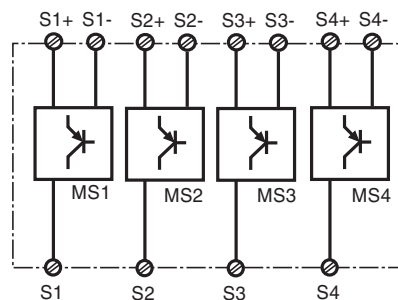

Fig. 8: Muting-Sensoren mit Halbleiterausgang/Muting sensors with semiconductor output/Capteurs muting avec sortie statique
- Muting-Sensoren: Die Beschaltung ist abhängig vom Typ und der Anzahl der verwendeten Muting-Sensoren. Beachten Sie in jedem Fall die Angaben des Herstellers. Es müssen 2 oder 4 Muting-Sensoren verwendet werden. Im folgenden sind die allgemeinen Verdrahtungsregeln für den Anschluss der Muting-Sensoren angegeben. **Beachten Sie: Werden nur 2 Muting-Sensoren (MS1 und MS2) verwendet, dann müssen diese an die Klemmen S1, S1+, S1- bzw. S2, S2+, S2- angeschlossen werden (siehe Fig. 8 und 9). Die Kabel für die Anschlüsse S1/S3 und S2/S4 müssen in getrennten Mantelleitungen verlegt werden!**
- Muting-Sensor mit Halbleiterausgang (PNP): Versorgungsspannung für den Muting-Sensor MS1 an S1+ (24 V DC) und S1- (GND) anschließen, entsprechend für Muting-Sensor MS2 an S2+ und S2- usw. (siehe Fig. 8). Ausgang des Muting-Sensors MS1 an S1, des Muting-Sensors MS2 an S2 usw. anschließen (siehe Fig. 8).
- Muting sensors: Wiring will depend on the type and number of muting sensors used. In each case you should follow the manufacturer's instructions. Either 2 or 4 muting sensors must be used. The details below outline the general wiring rules for connecting muting sensors. **Please note: If only 2 muting sensors are being used (MS1 and MS2), these must be connected to terminals S1, S1+, S1- or S2, S2+, S2- (see Fig. 8 and 9). The cable for connections S1/S3 and S2/S4 must be laid in separate multicore cables!**
- Muting sensor with semiconductor output (PNP): Connect the supply voltage for muting sensor MS1 to S1+ (24 VDC) and S1- (GND), and for muting sensor MS2 to S2+ and S2- etc. (see Fig. 8). Connect the output from muting sensor MS1 to S1, and from muting sensor MS2 to S2 etc. (see Fig. 8).
- Capteurs muting : le branchement dépend du type et du nombre de capteurs utilisés. Respectez dans tous les cas les indications du fabricant. Vous devez utiliser soit 2 capteurs muting soit 4. Vous trouverez ci-après les règles de câblage générales pour le raccordement des capteurs muting. **Attention : si vous utilisez uniquement 2 capteurs (MS1 et MS2), ils doivent impérativement être branchés sur les bornes S1, S1+, S1- et S2, S2+, S2- (cf. fig. 8 et 9). Les câbles de raccordement S1/S3 et S2/S4 doivent être posés dans des gaines distinctes !**
- Capteur muting avec sortie statique (PNP) : Branchez l'alimentation du capteur MS1 sur S1+ (24 V DC) et S1- (GND), procédez de même pour le capteur MS2 (sur S2+ et S2-) et ainsi de suite (cf. fig. 8). Raccordez la sortie du capteur MS1 sur S1, celle du capteur MS2 sur S2, etc. (cf. fig. 8).